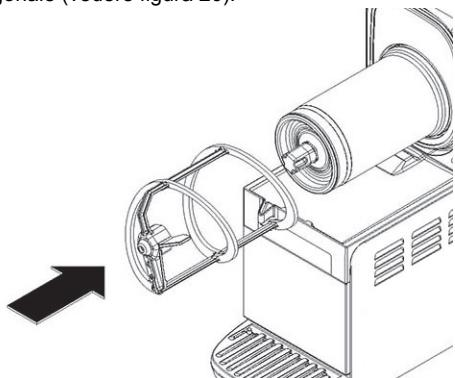

figura 20
- 6** Calzare la spirale esterna sull'evaporatore accoppiandone l'estremità anteriore al giunto esagonale entrambi con medesima sagoma esagonale (vedere figura 20).